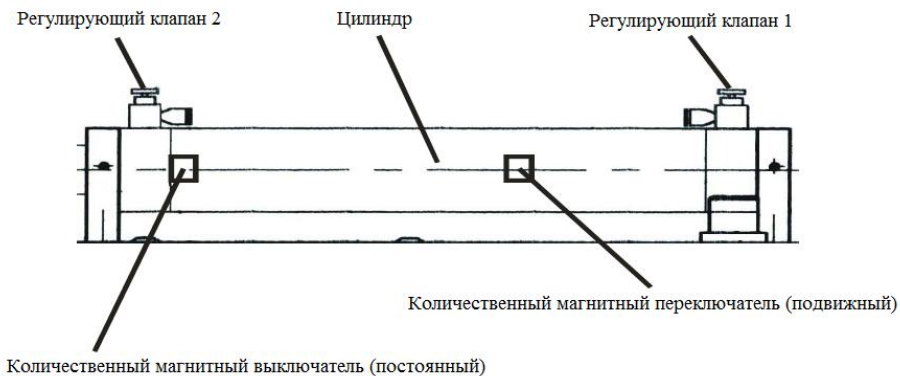

Рис. 2 Цилиндр, ограничивающий ход заполнения поршня (определяет объем партии)
9. Отрегулируйте регулирующие клапаны 1 и 2 (рис. 2), чтобы получить надлежащую скорость откачки и скорость наполнения. Для повышения эффективности работы скорость откачки 2 может быть быстрее, а скорость заполнения медленнее. (Но слишком быстрая скорость наполнения может привести к выпадению материала или пузырьков газа из бутылки и повлиять на качество наполнения).
Ослабьте регулировочные гайки и регулирующий клапан (см. рис. 2), в следующем порядке: